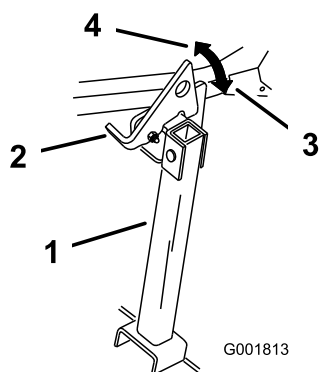

Figura 29
2. Alzate il dispositivo di chiusura per sbloccarlo (Figura 29).